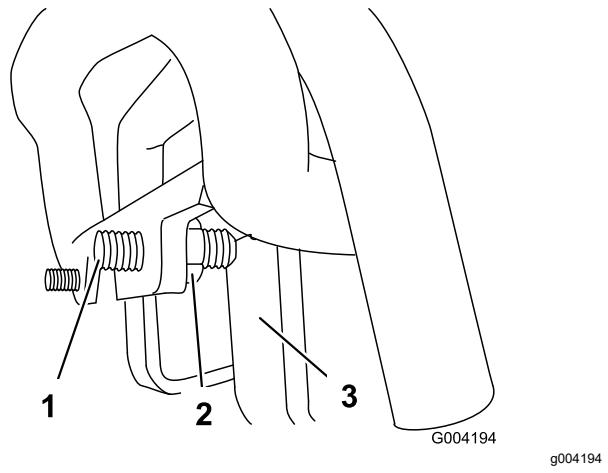

Bild 59
3. Falls die Zugmaschine nach **links** zieht, lockern Sie die **rechte** Klemmmutter und stellen Sie die Spurweiten-Stellschrauben vorne am Fahrantrieb ein (Bild 59).
4. Falls die Zugmaschine nach **rechts** zieht, lockern Sie die **linke** Klemmmutter und stellen Sie die Spurweiten-Stellschrauben vorne am Fahrantrieb ein (Bild 59).